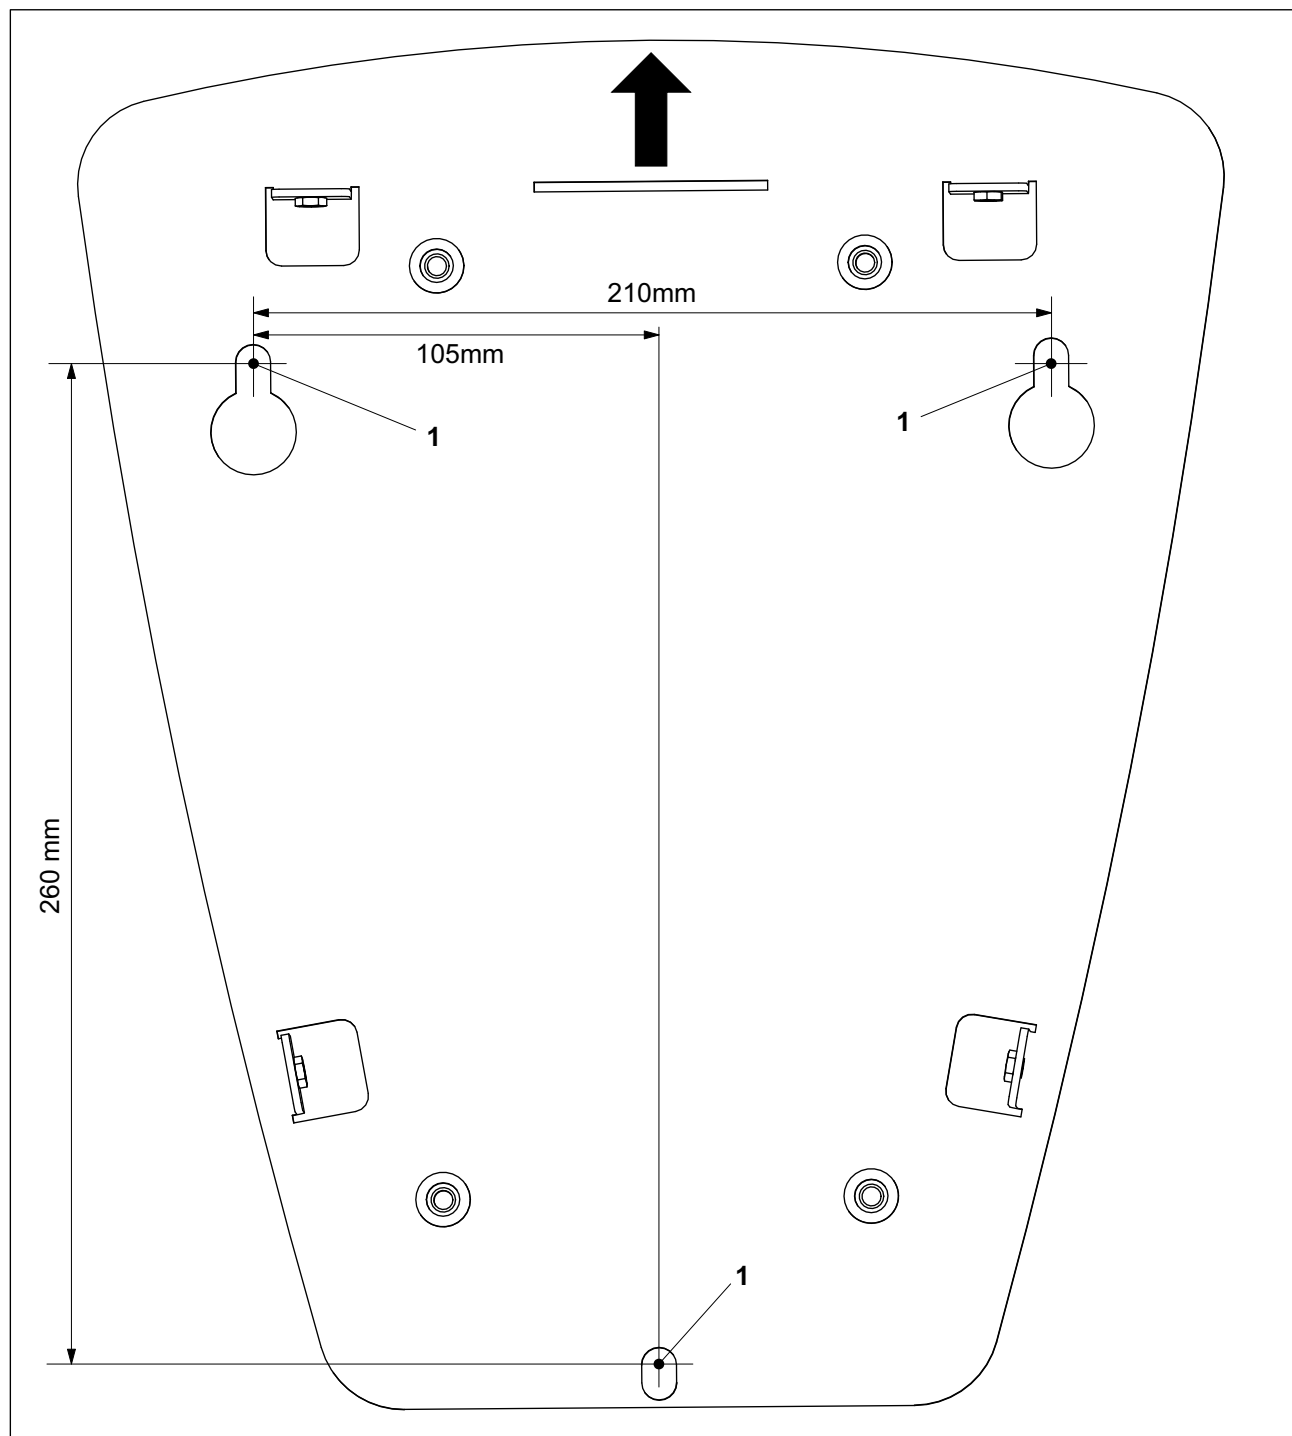

Fig. 1 Schema dei fori Wallbox Home Eco
1. Sulla parete segnare la posizione dei tre fori di fissaggio (fig. 1/1) secondo lo schema dei fori.